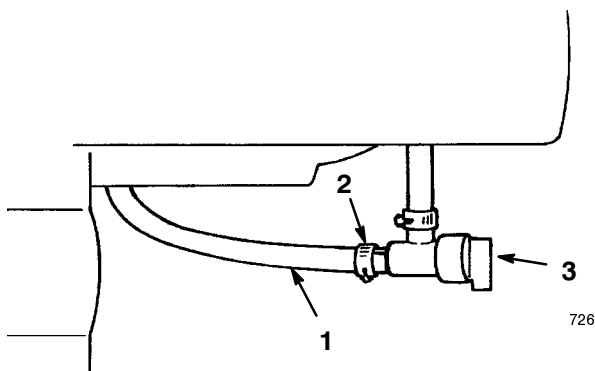

Figure 19
3. Ouvrez le robinet d'essence situé au-dessous du réservoir de carburant (Fig. 19).
6. Fermez le robinet d'essence (Fig. 19).